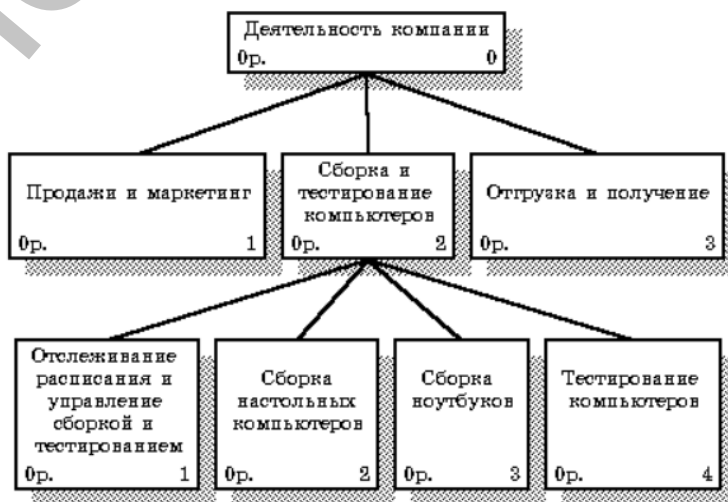

Рис. 6. Результат выполнения упражнения
6. Щелкните по **ОК**. Результат модификации диаграммы дерева узлов показан на рис.6.